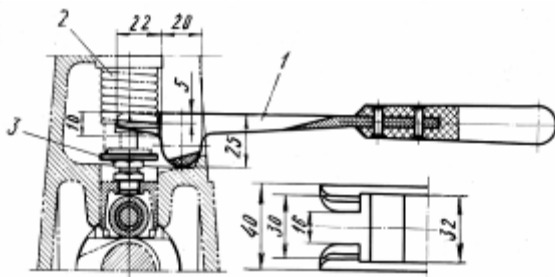
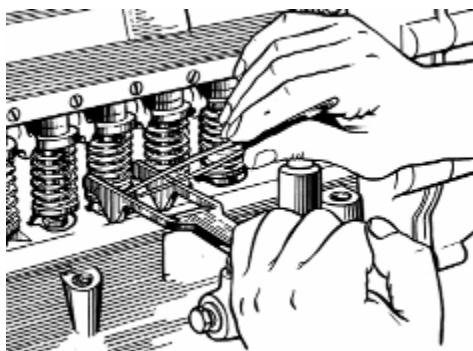

Рис. 83. Рычаг для снятия тарелки толкателя:
Рис. 84. Снятие тарелки толкателя
- 2 При помощи, специального рычага (рис. 83) сжать пружину толкателя и извлечь нижнюю тарелку толкателя (рис. 84).